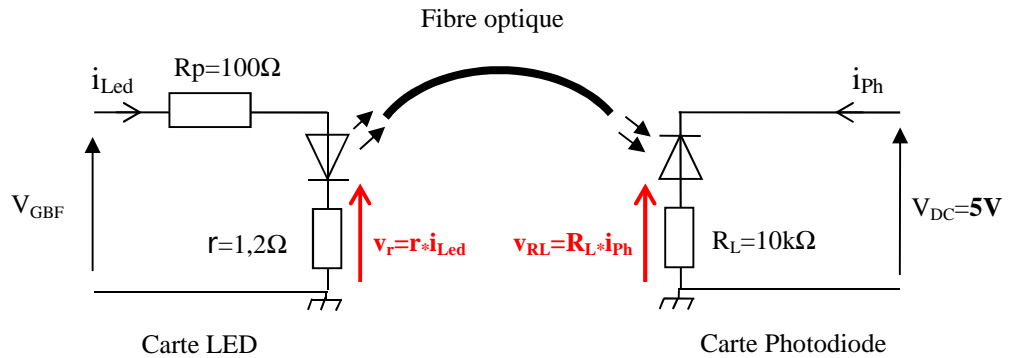

Figure 2. Schéma de principe de la chaîne optique
La linéarité de la chaîne de transmission [LED-Fibre-Photodiode] est évaluée en comparant le signal électrique i_{ph} de sortie de chaîne au signal électrique d'entrée i_{Led} . (**Figure 2**).
- Appliquer le signal du GBF V_{GBF} à la « carte LED » (**Figure 2**).